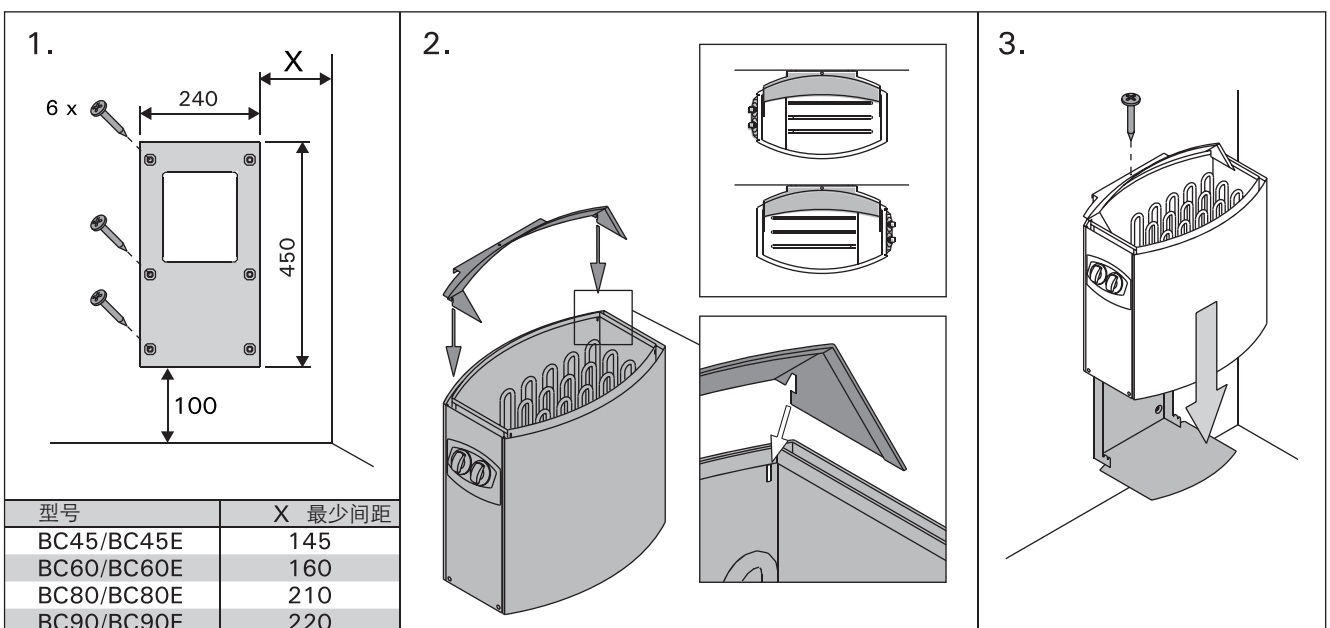

图 7. 安装桑拿炉在墙壁上
见图 7.
- 使用与说明书一起供给的螺丝安装 墙身安装架, 遵守图6. 图7. 安全安装间距。